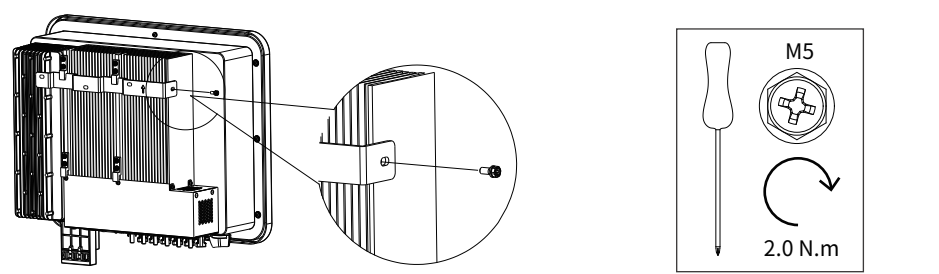

Fig. 2.2 Installation of wallmounted bracket
- Select the mounting height of the support and mark the mounting holes according to Figure 2.2. For brick walls, the holes must be drilled for expansion bolts.
- Wählen Sie die Montagehöhe der Halterung aus und markieren Sie die Montagelöcher gemäß Abbildung 2.2. Bei Ziegelwänden müssen Löcher für Expansionsbolzen gebohrt werden.